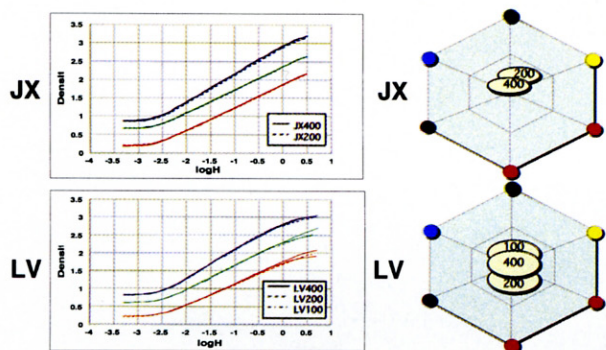

Fig.5 Print Level Compatibility offers Easy Print Operation
(3) ラボでの取り扱い容易性の観点より 135/LV シリーズ同様に JX 400/200 でのプリントコンパティビリティを有する設計の要請がある。これに対しては Fig.5 に示すようにプリントレベルのユニチャンネル化を達成した。